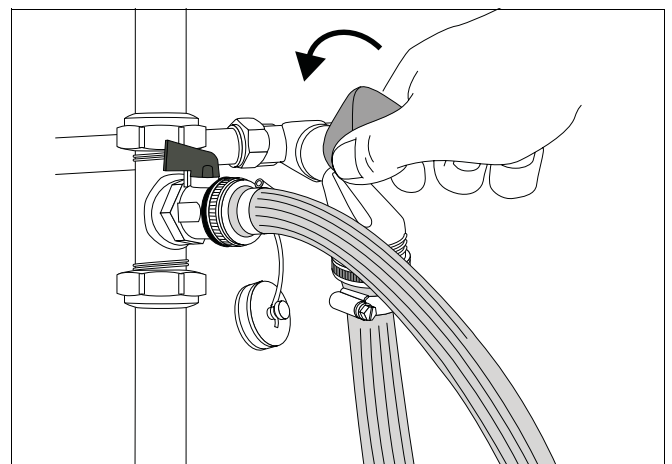

fig. 31 Vullen van de cv-installatie
- Draai de waterkraan slechts gedeeltelijk open (→ fig. 31).